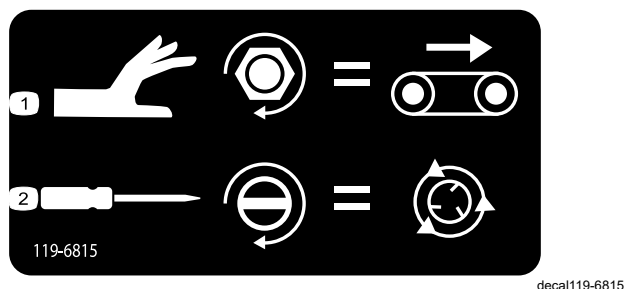

Figura 47
- Pentru a regla viteza podelei transportoare (Figura 47), rotiți butonul în sensul acelor de ceasornic. Utilizați viteza maximă a podelei transportoare a sistemului de operare cu coduri de culoare atunci când nu este activat fluxul hidraulic. Această setare este utilă atunci când buncărul de alimentare este plin cu nisip.
- Pentru a regla viteza dispozitivului de împănare (Figura 47), folosiți o urubelniță cu cap plat, rotind urubul în sensul acelor de ceasornic pentru a mări viteza sau în sens invers acelor de ceasornic pentru a reduce viteza.